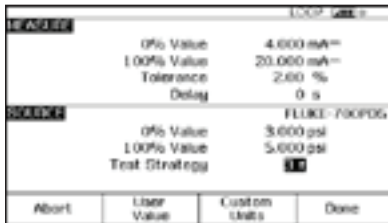

Figura 24.
8. Ahora pulse "As Found" (Valor encontrado), seleccione "Instrument" y pulse Intro; después rellene la plantilla tal y como se indica en la Figura 24.